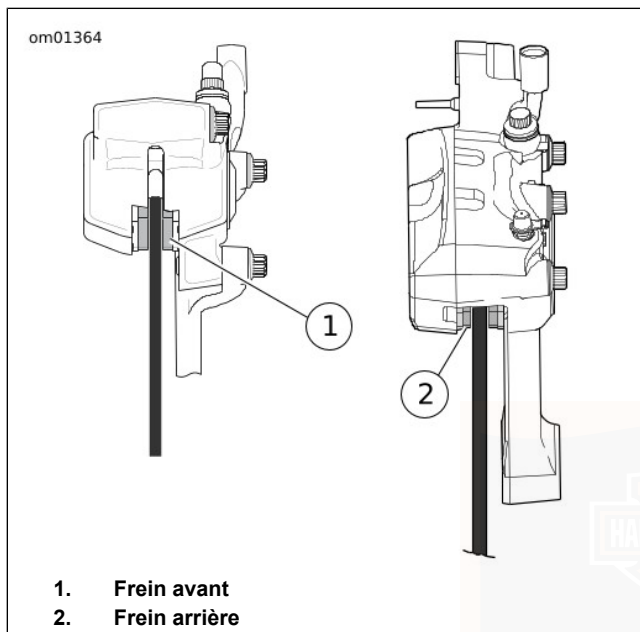

Figure 39. Matériau de friction des freins
1. Voir Figure 39. Vérifier le disque de frein arrière à mesure qu'il tourne. Le disque doit rester centré dans l'étrier de frein.